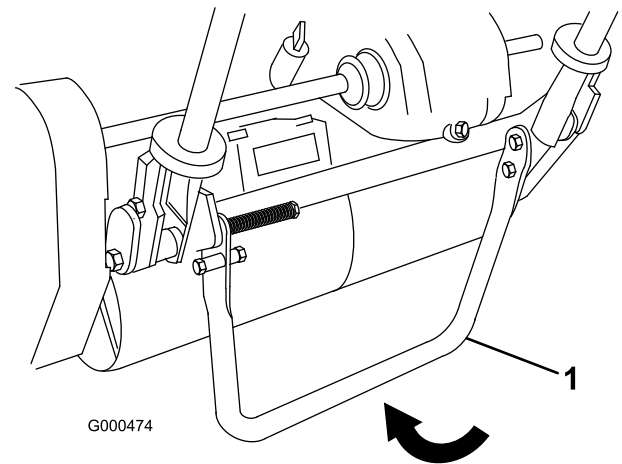

Bild 21
1. Treten Sie den Ständer mit dem Fuß nach unten und ziehen Sie den Griff nach oben, bis sich der Ständer nach vorne über der Mitte gedreht hat (Bild 21).